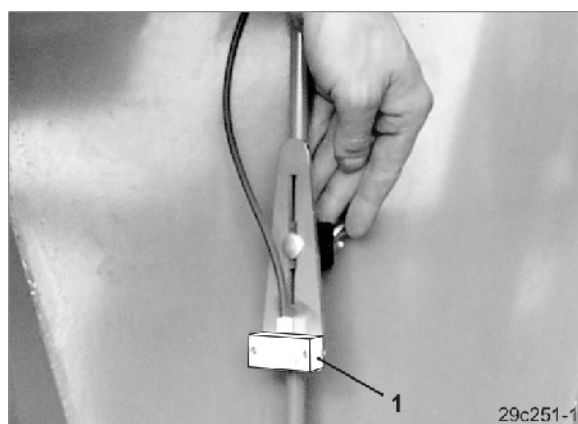

Рис. 80
- складная сетка в бункере для посевного материала с фиксатором (Рис. 80/1).
Высота датчика уровня (Рис. 80/1) в семенном бункере регулируется. Таким образом, можно установить остаточное количество семенного материала, которое вызывает появление предупреждающего сообщения и аварийного сигнала.